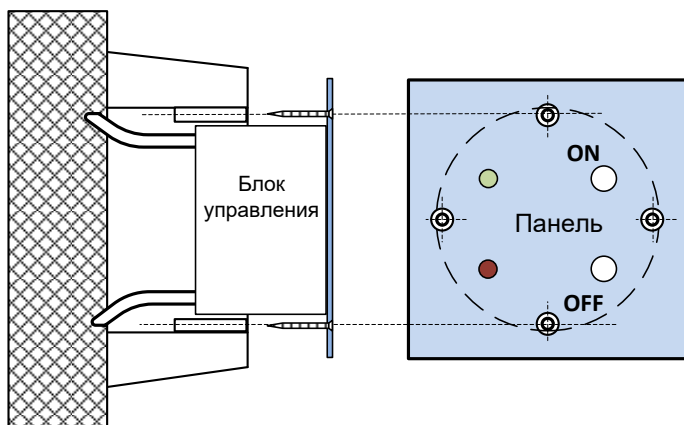

Рисунок 11. Установка блока управления и монтажной панели в коробку монтажную.
2.3.2 Электрические провода подключаются к блоку управления (см.рис.10) в соответствии с указанной маркировкой (сеть и нагрузка, фазный и нейтральный провода). После этого монтажная панель с блоком управления устанавливаются в монтажную коробку (см. рис.11). Рекомендуется проверить работу выключателя при поданном напряжении до наклейки защитной плёнки.